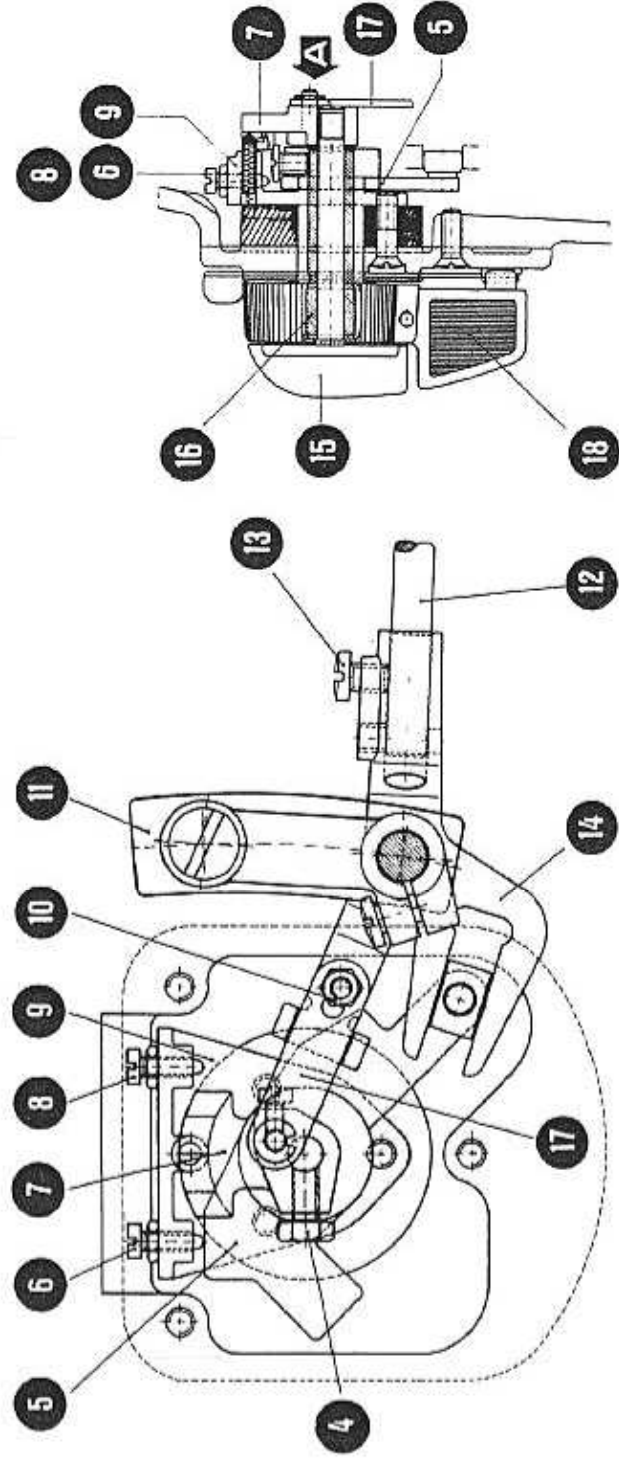

Abb. 5
Nunmehr, d. h. so lange der Zentrierbolzen (2) sich noch in der Kulisseebohrung befindet, wird der Arretierhebel (7) (Abbildung.5) auf die Mitte gestellt, so dass sich der Links-Mitte-Rechts-Verstellknopf (15) (Abb.6) in vertikaler Stellung befindet und seine Zeigermarkierung nach oben zeigt. In dieser Stellung ist der Arretierhebel (7)
Nunmehr wird der Kulissengleitstein auf die Null-Stellung eingestellt, indem zunächst der Stichbreiten-Verstellknopf (18) in die Nullraste der Stichbreitenskala eingestellt wird. Dann wird die rechte Anschlagsschraube (6), die in der Büchse (9) zur Zickzackumschaltung sitzt, welch letztere mit der Skalenplatte mit 3 Schrauben fest verschraubt ist, soweit eingedreht, bis sie am Umschalthebel (5), der auf der Hohlachse (16) des Umschaltnopfes sitzt, anschlägt (Abb. 5). Das Anschlagen muss dann erfolgen, wenn beim Durchdrehen der Maschine der Nadelstange (31), die in der Nadelstangenschwinge gelagert ist, in der Nullstellung stillstehen bleibt.